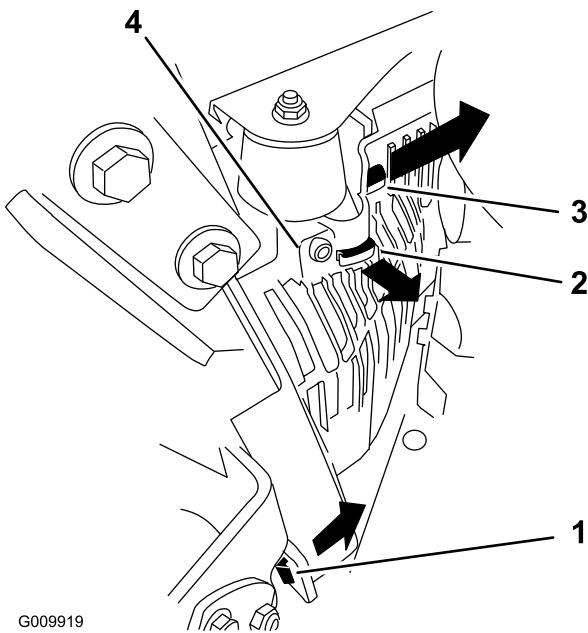

Figure 56
3. Déposez le capot de l'unité hydraulique gauche dans l'ordre indiqué à la Figure 56. Vous pourrez ensuite accéder à la bougie avant.
5. Montez le capot de l'unité hydraulique gauche (Figure 56).